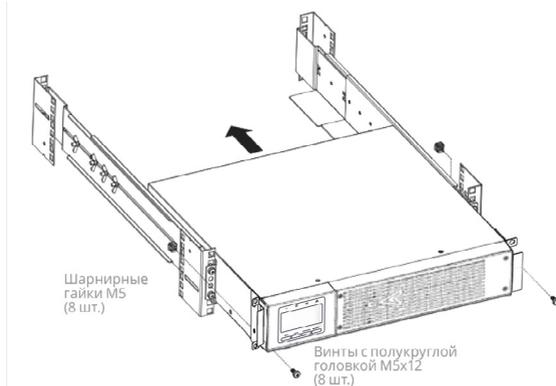

Рисунок 3.2 Крепление ИБП в стойке
3. Закрепить переднюю часть ИБП в стойке, используя один винт с круглой головкой М5х12 и одну гайку М5 с клипсой с каждой стороны (см. Рис. 3.2).